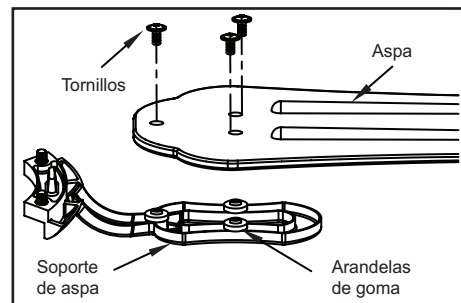

Figura 13
1. Monta el aspa a su soporte usando los tornillos provistos como lo muestra la Figura 13. Primero coloca un tornillo en el soporte. Repite para los otros dos tornillos.